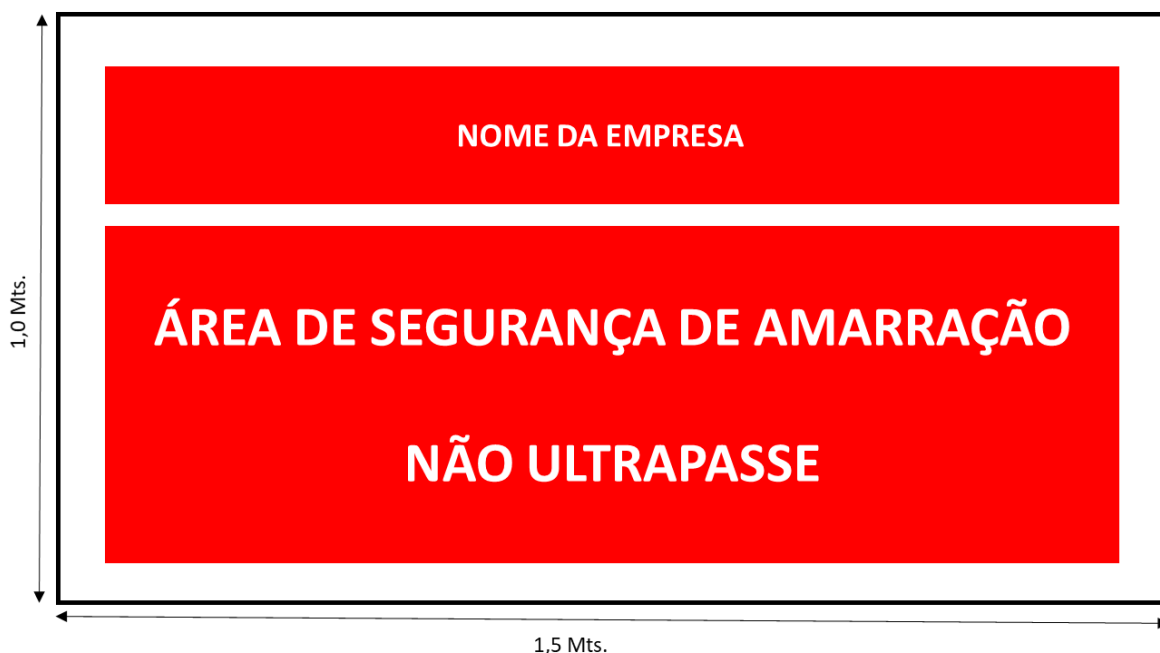

FIGURA 02: MODELO DE PLACA DE SINALIZAÇÃO
5.5.5. Os dizeres da placa de identificação, bem como suas dimensões, deverão seguir o modelo conforme FIGURA 02;